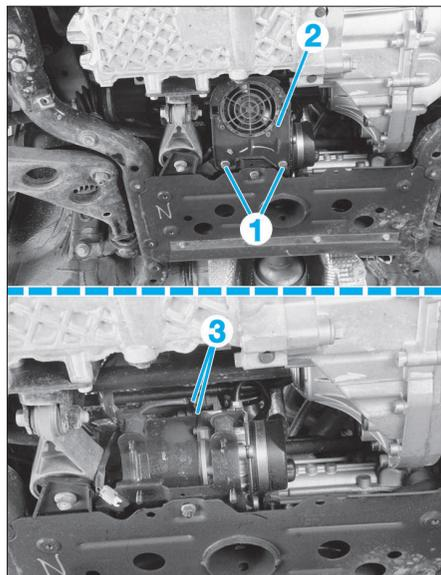

FIG. 13
- les 2 vis (1) (Fig.13) du ventilateur de pompe de direction assistée (Cooper S uniquement).
- le ventilateur de pompe de direction assistée (2).